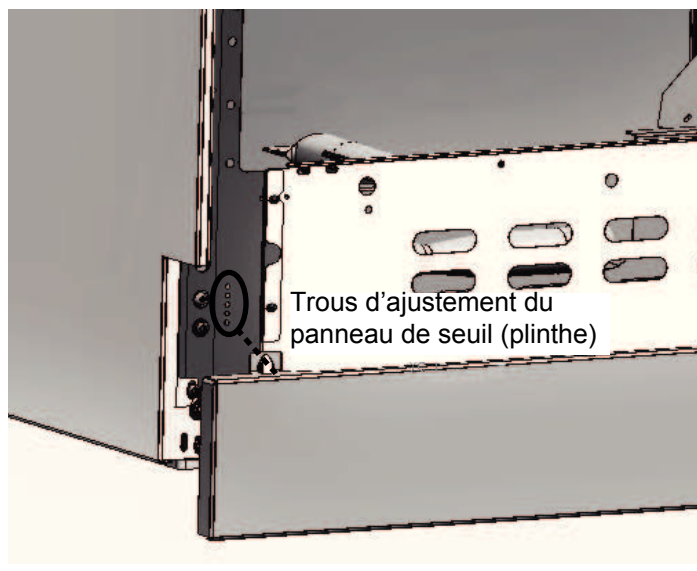

Figure 29 : Ajustement du panneau de seuil (plinthe)
3. Replacez le panneau à l'une des cinq positions de trou de vis, comme illustré sur la *Figure 29*. Réinstallez les vis Torx.